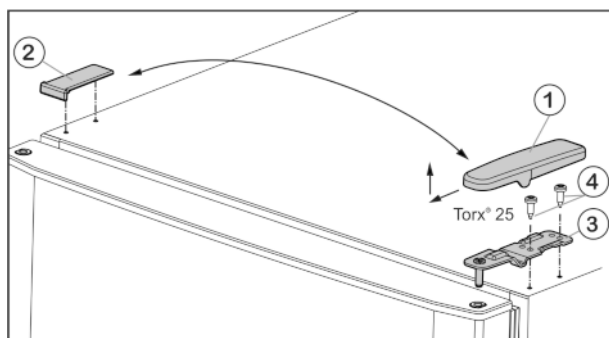

Fig. 4
- ▶ Kryt Fig. 4 (1) stáhněte dopředu a nahoru.
- ▶ Kryt Fig. 4 (2) zvedněte.
- ▶ Horní stojan ložiska Fig. 4 (3) odšroubujte (2 krát Torx® 25) Fig. 4 (4) a stáhněte nahoru.
- ▶ Horní stojan ložiska Fig. 4 (3) vložte na nové straně závěsu do dvířek.
- ▶ Horní stojan ložiska **pevně přišroubujte (4 Nm)**(2krát Torx® 25) Fig. 4 (4). Popřípadě použijte akumulátorový šroubovák.
- ▶ Kryt Fig. 4 (1) na opačné straně zvenčí nasadíte a nechte zaklapnout.
- ▶ Kryt Fig. 4 (2) vždy na opačné straně shora nasadíte a nechte zaklapnout.